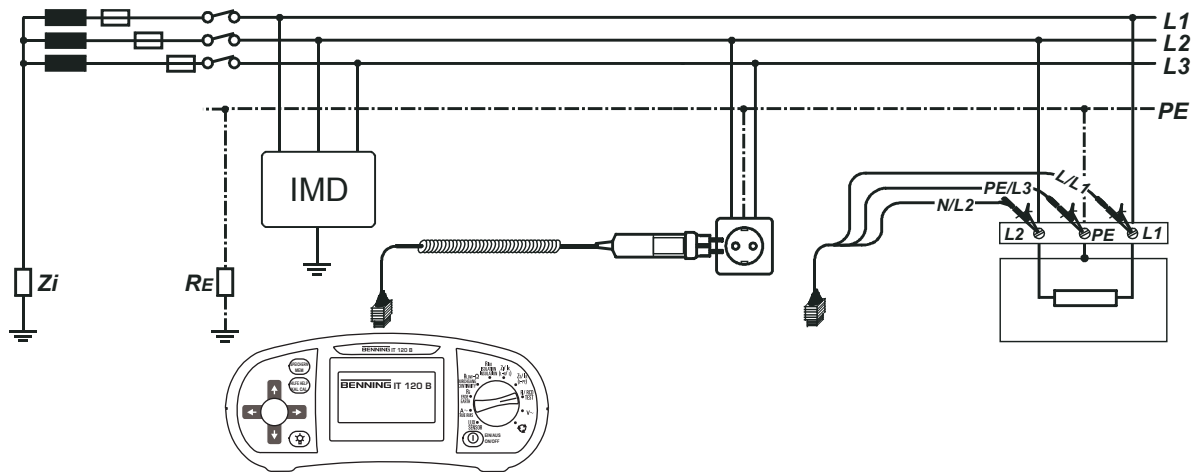

Abbildung 11.5: Anschluss von Prüfcommander und Universalprüfkabel
**Schritt 3** Schließen Sie das Prüfkabel an die zu prüfende Komponente an. Befolgen Sie zur Durchführung der Fehlerstrommessung für den ersten Fehler den Anschlussplan in Abbildung 11.5. Verwenden Sie bei Bedarf die Hilfe-Funktion.